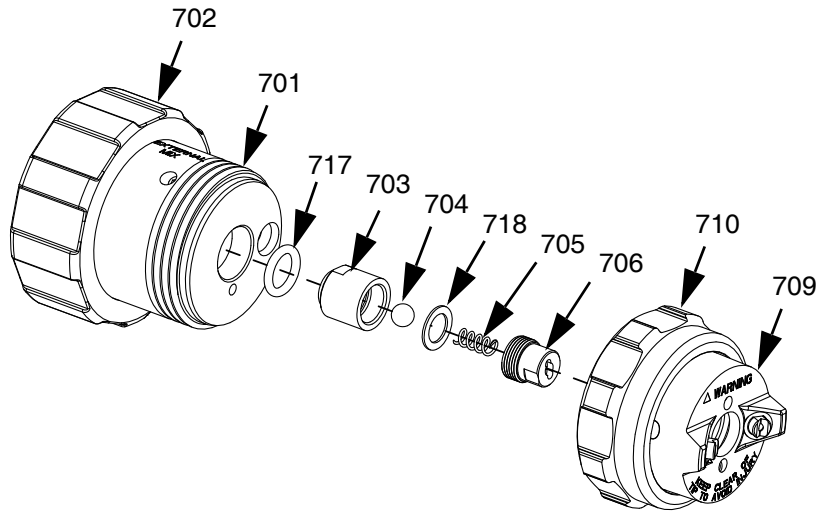

Рис. 19
2. Снимите стопорное кольцо (710) и блок крышки пневмоцилиндра (709) с головки (701).
3. Снимите блок обратного клапана (703).
4. Двумя гаечными ключами отвинтите шляпки на уплотнении (703) и крышке обратного клапана (706), затем снимите крышку. Пружина (705) и шарик (704) выпадут после снятия крышки.
5. Снимите и осмотрите уплотнительное кольцо (717) и шайбу (718). Замените в случае износа или повреждения.
6. Смажьте уплотнительное кольцо и установите в блок обратного клапана (703).
7. Установите шайбу (718), шарик (704) и пружину (705) в уплотнение обратного клапана (703), затем установите крышку обратного клапана (706) в уплотнение обратного клапана вручную.
8. Двумя гаечными ключами на шляпках уплотнений (703) и крышке обратного клапана (706) затяните крышку обратного клапана на уплотнении с усилием 2,6–3,1 Н·м (23–27 дюймо-фунтов).
9. Установите блок обратного клапана в головку. Дополнительные сведения об ориентации см. на Рис. 19.
10. Установите крышку пневмоцилиндра в головку и затяните стопорное кольцо (710).